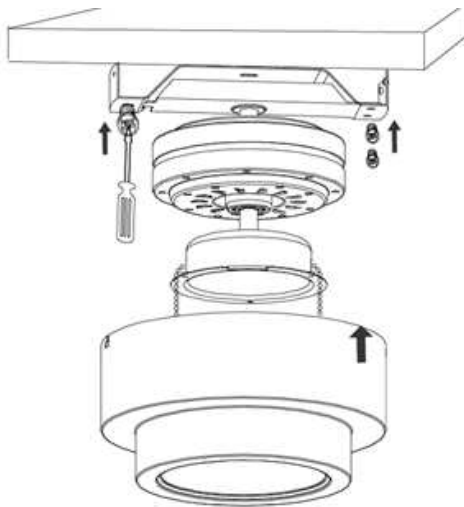

Fig. 6
- Fijar el soporte del motor al soporte de montaje con tornillos. Fig.6